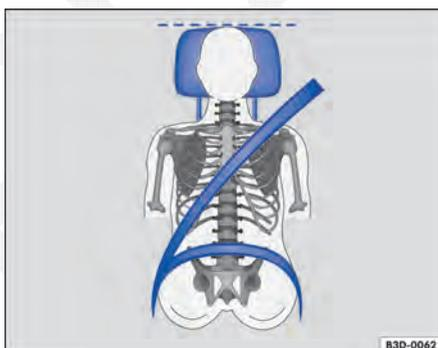

Fig. 41 Posição correta do cadarço do cinto de segurança e ajuste correto do apoio para cabeça.
- Ajustar o apoio para cabeça de modo que a borda superior do apoio para cabeça se encontre preferencialmente na mesma linha da parte superior da cabeça – porém não abaixo da altura dos olhos. Posicionar a nuca tão próxima quanto possível do apoio para cabeça ⇒ Fig. 40 e ⇒ Fig. 41.